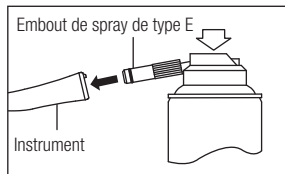

Fig. 15
- 2) Insérez l'embout de spray à l'arrière de l'instrument. Tenez la pièce à main et pulvérisez 2-3 fois pendant environ 2-3 secondes à chaque fois. Vaporisez du lubrifiant jusqu'à ce qu'il en ressorte de la tête de l'instrument pendant au moins 2 secondes (Fig. 15).
- 3) Lubrifiez l'instrument à l'aide du NSK PANA SPRAY Plus / PANA SPRAY (Fig. 15) ou du système NSK de nettoyage et de lubrification automatique de l'instrument.